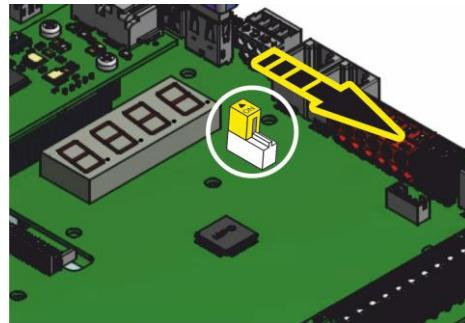

Figure: 5 Commutateur sur l'unité de commande TST UTH
1. Tirez l'interrupteur jaune vers le bas (Figure 5).